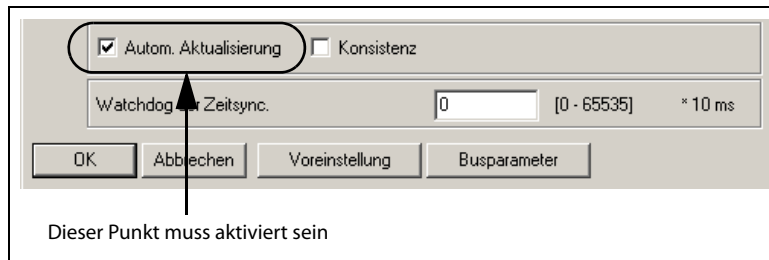

Abb. 7-11: Prüfen der Einstellung
- ① Betätigen Sie im Hauptmenü: **Online** → **Transfer** → **Download zum Modul**
- ② Ist der Punkt „Autom. Aktualisierung“ aktiviert (siehe Abb. 7-11), werden die Parameter über den GX (IEC) Developer geschrieben.